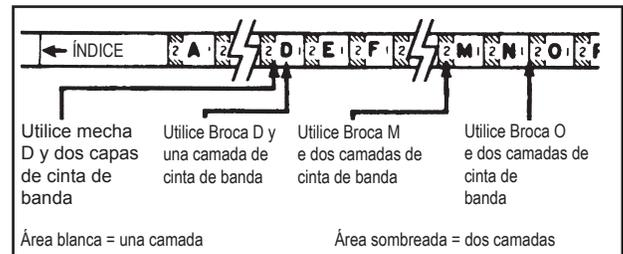

Figura 7
- El índice de la cinta indica encima de la línea blanca una letra y un número (figura 7);